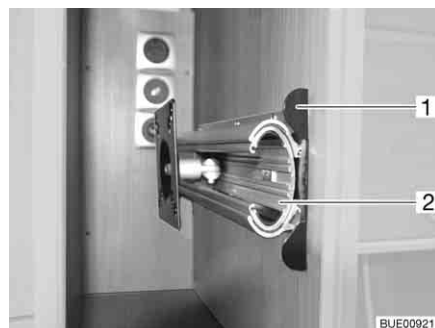

Bild 61 Halterung im TV-Schrank
- Entriegelungsleiste (Bild 61,1) hineindrücken.
- Auszug (Bild 61,2) bis zum Anschlag herausziehen.
- Auszug (Bild 61,2) einschieben, bis die Entriegelungsleiste (Bild 61,1) einrastet.